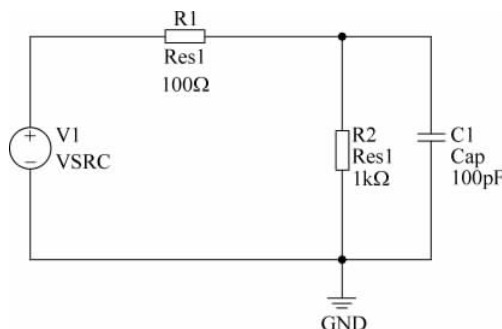

图 3-6 为电路中的所有元件分配唯一的标识符
(4) 单击 AD 主界面下的工具栏内的连线按钮,将这些元件和直流源按照如图 3-6 所示的方式进行连接。
(5) 按照前面所介绍的为元件分配标识符的方法,为电路中的元件和直流源分配唯一的标号,图 3-6 给出分配完标识符后的原理图界面。
(6) 修改 V1、R1 和 C1 的参数设置。下面以修改 V1 的参数为例：
① 双击图 3-6 中的 V1 信号源图标。